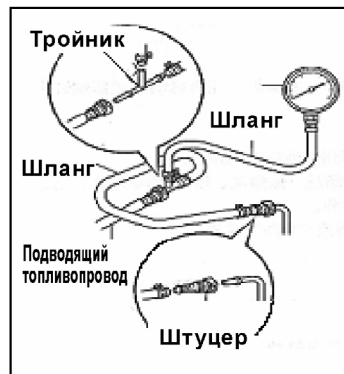

Рис. 92
(1) Проверьте напряжение аккумулятора, оно должно быть менее 12 В;
(2) Отсоедините отрицательную клемму аккумулятора;
(3) Подсоедините прибор для измерения давления топлива к топливопроводу, входящему в топливную рейку (Рис.92).